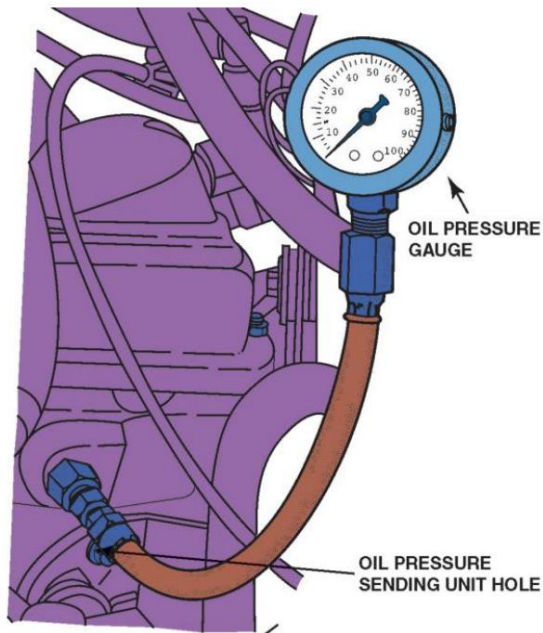

Figura 11. Comprobación de la presión del aceite.
- Enrosque un manómetro de aceite en el orificio roscado. Figura 11.